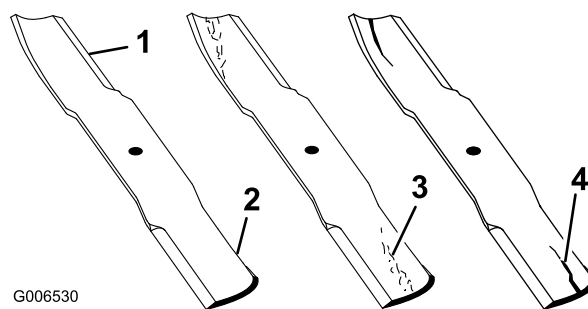

Figura 49
1. Controllate i taglienti (Figura 49). Se i taglienti non sono affilati o mostrano delle tacche, togliete le lame e affilatele. Vedere Affilatura delle lame.
2. Controllate le lame, in particolare l'area curva (Figura 49). In caso di incrinature, usura o scanalature nell'area (voce 3. in Figura 49) montate immediatamente una nuova lama.